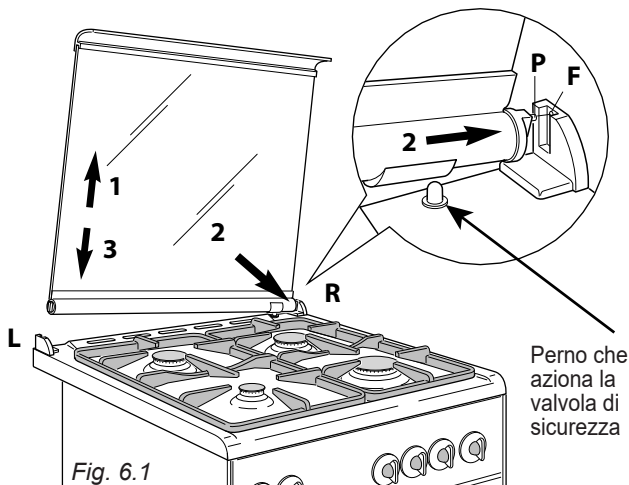

Fig. 6.1
- Se le cerniere si dovessero sfilare, rimetterle in loro sede facendo attenzione che: nella sede destra deve essere montata la cerniera con la stampigliatura "R" mentre nella sede sinistra la cerniera con la stampigliatura "L" (fig. 6.1).